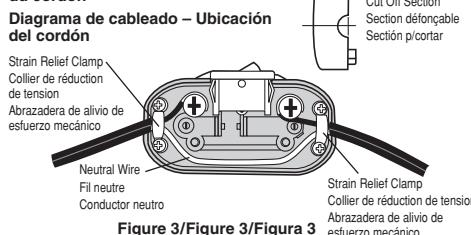

Figure 3/Figure 3/Figura 3
3. Twist strands together and wrap 3/4 turn clockwise under the heads of the screws and tighten securely. No loose strands. (See Figure 3)
5. For large cords, carefully cut out the holes at the ends of the housing. (See Figure 3)
6. Ensure that white wire (round cord) or ribbed wire (flat cord) is routed through bottom channel inside switch cover. (See Figure 3)
3. Torsader les brins et enrouler de $\frac{1}{4}$ de tour dans le sens des aiguilles d'une montre sous les têtes des vis, puis bien serrer. S'assurer qu'aucun brin n'est visible. (Voir Figure 3.)
5. Pour les cordons de gros diamètre, casser soigneusement les trous aux extrémités du boîtier. (Voir Figure 3.)
6. S'assurer que le fil blanc (cordon rond) ou le fil nervuré (cordon plat) est inséré dans le passage inférieur aménagé à l'intérieur du couvercle de l'interrupteur. (Voir Figure 3.)